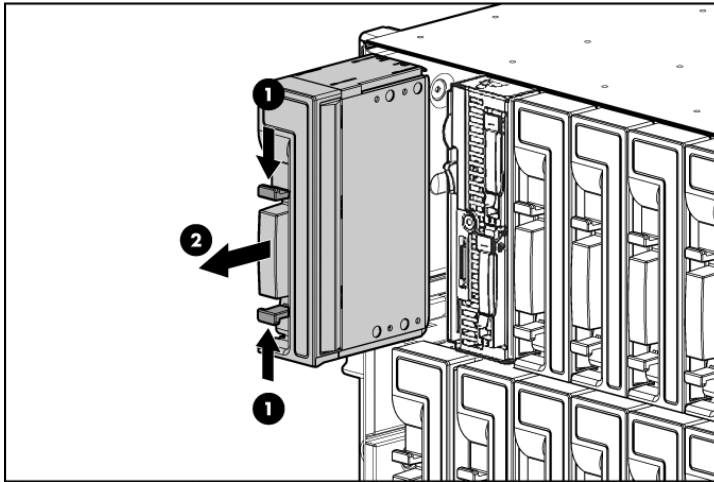

Рисунок 7. Извлечение заглушки
3. Извлеките заглушку из отсека для модулей. Сожмите фиксаторы (1) и извлеките заглушку (2), как показано на Рис. 7.